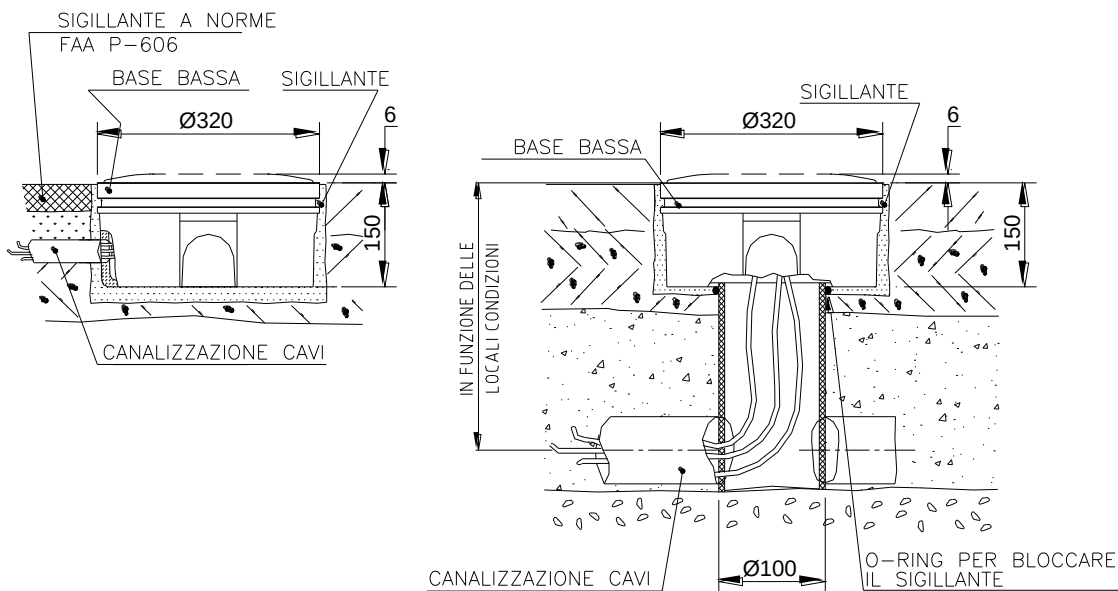

Figura 15 – Base da 12" per canalizzazione laterale o dal fondo (metodo B)
- ▣ Metodo “B” – posando i cavi all’interno di canalizzazioni (e Figura 15)